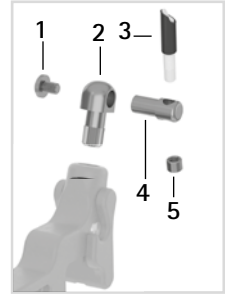

Fig. 6
- 1 Pegue el retenedor para el soporte para cable de tracción (2; fig. 6) en el taladro del trinquete usando el pegamento bicomponente. El taladro del retenedor para el soporte para cable de tracción debe correr paralelamente al eje de la articulación.